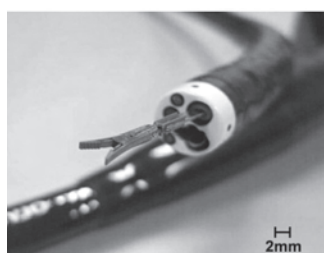

図1：内視鏡搭載型マイクロアーム
- 昆虫の外骨格構造を模倣した多関節マイクロロボットの開発と内視鏡手術への応用（図1）